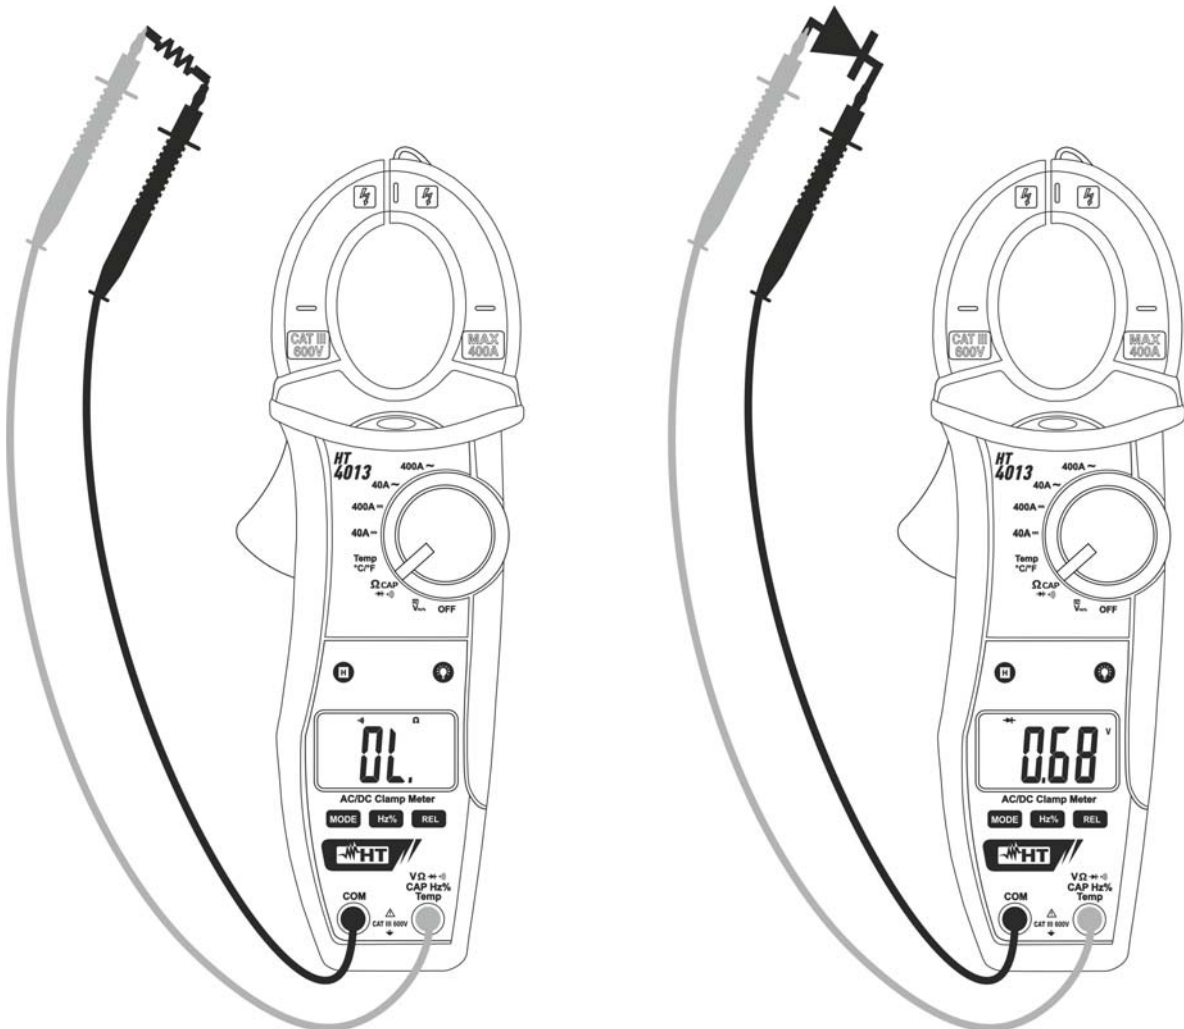

Fig. 7: Uso della pinza per Test Continuità e Prova Diodi
3. Inserire il cavo rosso nel terminale di ingresso **VΩ▶▶▶CAPHz%Temp** e il cavo nero nel terminale di ingresso **COM** ed eseguire il test di continuità sull'oggetto in prova (vedere Fig. 7– parte sinistra). Il cicalino emette un segnale acustico quando il valore della resistenza misurata è inferiore a circa 150Ω
5. Connettere il puntale rosso all'anodo del diodo e il puntale nero al catodo in caso di misura di polarizzazione diretta (vedere Fig. 7 – parte destra). Invertire la posizione dei puntali in caso di misura di polarizzazione inversa